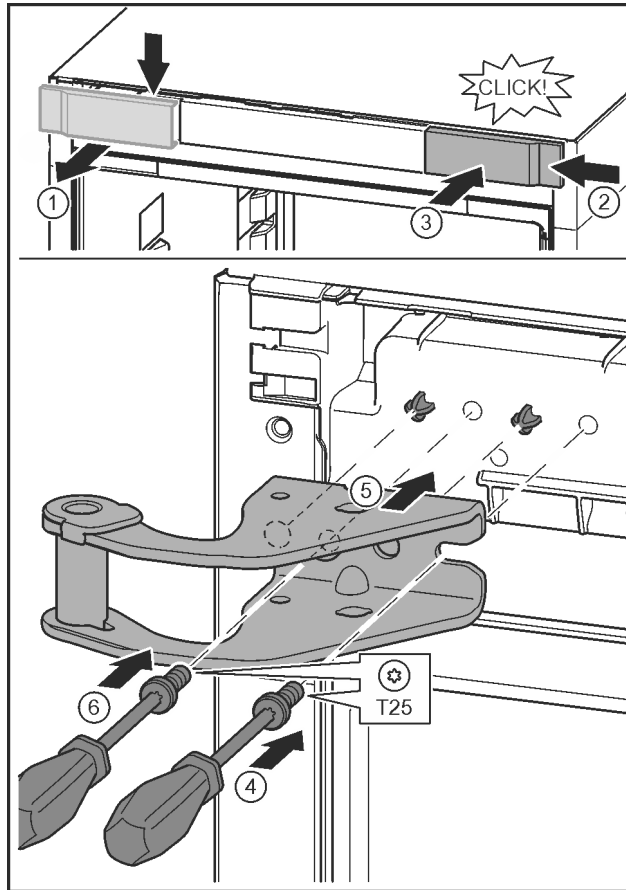

Fig. 15
- ▶ Oldja ki a fedelet, és oldalt vegye le. Fig. 15 (1)
- ▶ A fedelet 180°-kal elfordítva akassza be a másik oldalra jobbról. Fig. 15 (2)
- ▶ Pattintsa be a fedelet. Fig. 15 (3)
- ▶ T25 csavarhúzóval helyezze fel a csavarokat. Fig. 15 (4)
- ▶ Helyezze fel a felső csapágybakot. Fig. 15 (5)
- ▶ Húzza meg a csavart. Fig. 15 (4)
- ▶ A T25 csavarhúzóval helyezze be és húzza meg a csavart. Fig. 15 (6)